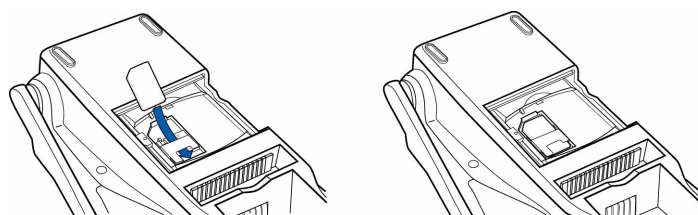

图 18 将 SIM 卡插入卡槽
- 3 将提供商提供的 SIM 卡滑入卡槽（图 18）。
SIM 卡槽上的斜角可以确保 SIM 卡按正确位置插入卡槽。SIM 卡上的斜角使 SIM 卡可以更方便地插入卡槽中。插入 SIM 卡之前，请按图 18 所示的位置放置卡，使卡上的金色触点朝下。